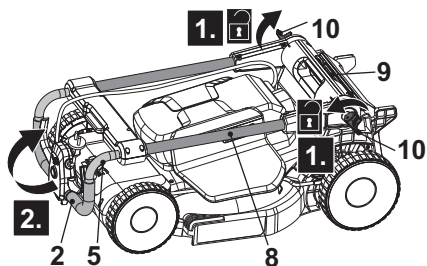

Fig. 1
1. Abra y afloje las palancas de sujeción (10) en sentido contrario a las agujas del reloj en el manillar inferior (8), pero no las retire (Fig. 1 paso 1).
2. Sujete el mango de agarre (2) con una mano y despliegue el conjunto del mango (Fig. 1, paso 2). Asegúrese de que el cordón de interconexión (18) pase por el lado superior del manillar superior (5) y el manillar inferior (8).